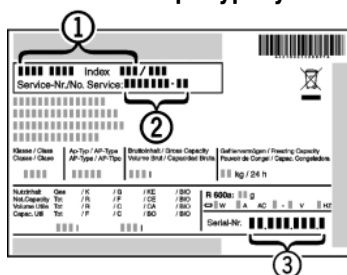

Fig. 20
- ▶ Avläs skåpbeteckningen *Fig. 20 (1)*, servicenumret *Fig. 20 (2)* och serienumret *Fig. 20 (3)* på typskylten. Typskylten sitter på vänster sida inne i skåpet.